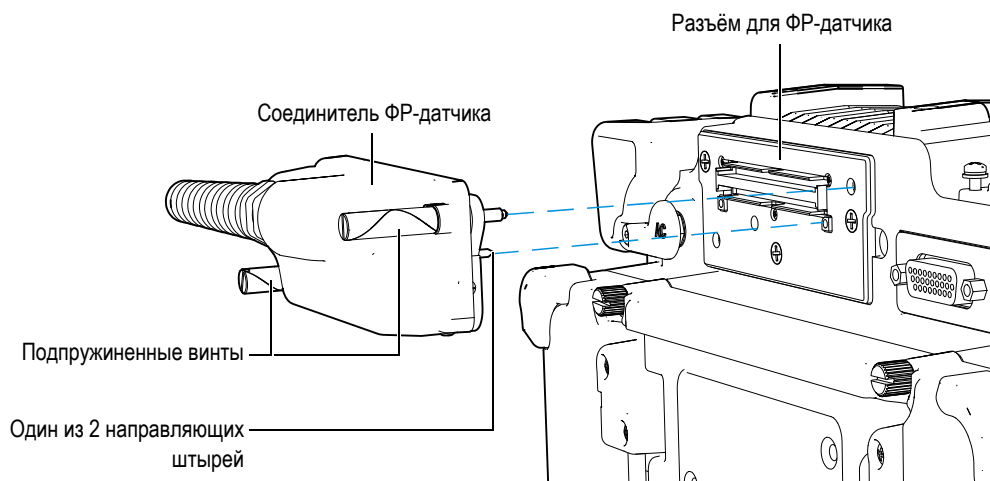

Рис. 1-8 Разъём ФР-датчика
Модели EPOCH™ 1000iR и EPOCH 1000i оснащены разъёмом для подключения преобразователя с фазированной решёткой. Разъём находится на задней панели прибора (см. Рис. 1-8 на стр. 30).
На соединителе ФР-датчика находятся 2 направляющих штыря, которые обеспечивают надёжное крепление датчика (см. Рис. 1-8 на стр. 30). Два подпружиненных винта удерживают ФР-датчик в разъёме. Необходимо их затянуть перед использованием датчика.
1. Приложите направляющие штыри к соответствующим гнездам на разъёме (см. Рис. 1-8 на стр. 30).